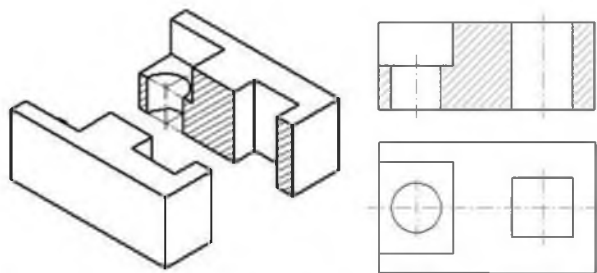
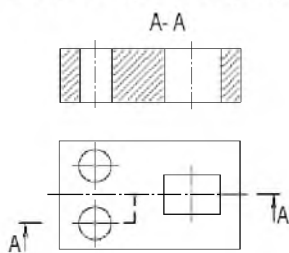

Рис. 4. Простой разрез
Рис. 5 Сложные разрезы
- простые – при одной секущей плоскости (рис. 4);
- сложные – при двух и более секущих плоскостях (рис. 5).
В случае, когда в простом разрезе секущая плоскость совпадает с плоскостью симметрии предмета, разрез не обозначается (рис. 4). Во всех остальных случаях разрезы обозначаются прописными буквами русского алфавита, начиная с буквы А, например А-А (рис. 5).